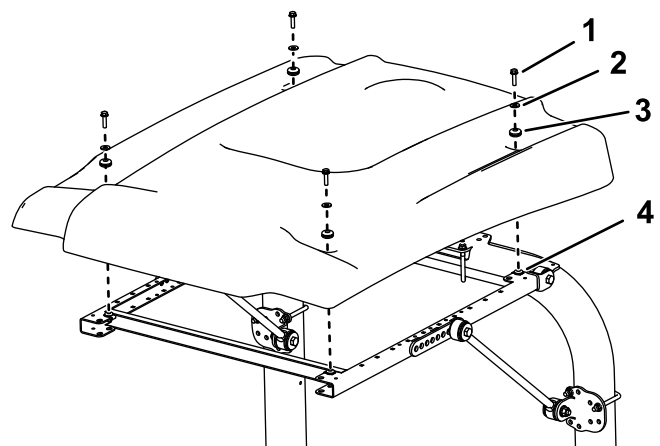

Figure 38
15. Lors de l'alignement des trous de fixation, positionnez le pare-soleil sur le cadre comme montré à la Figure 38.
16. Fixez légèrement chaque coin du pare-soleil au cadre avec un boulon à embase (5/16" x 1 1/4"), une petite rondelle et une bague (Figure 38).